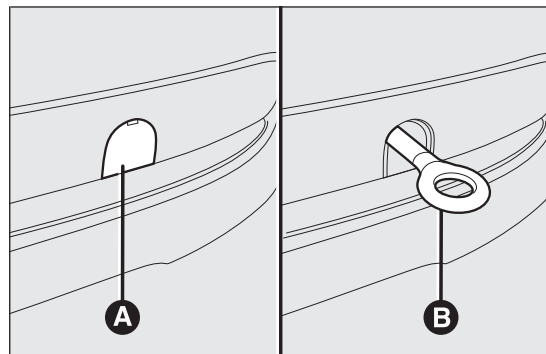

fig. 132
- ☐ retirar el anillo de remolque B fig. 132 del alojamiento en el soporte de herramientas;